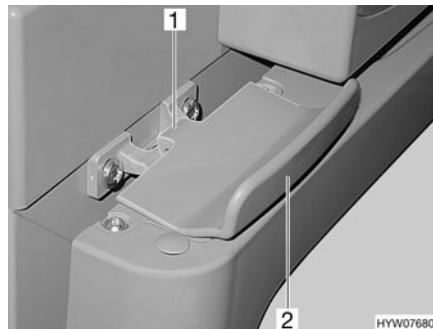

Fig. 189 Bloqueo de la puerta del frigorífico, cerrado (Thetford)
- Abrir la puerta del frigorífico con el tirador (Fig. 189,2). El bloqueo (Fig. 189,1) se abre automáticamente.